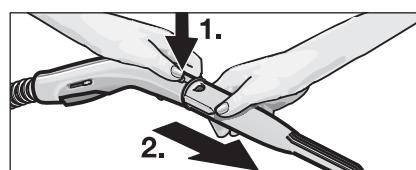

Fig. 2: Detașarea accesoriilor
- Pentru detașarea accesoriilor, apăsați butonul de dezăvorâre (B3 respectiv F2) și despărțiti părțile componente (vezi fig. 2).